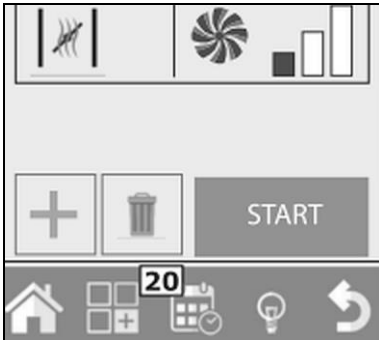
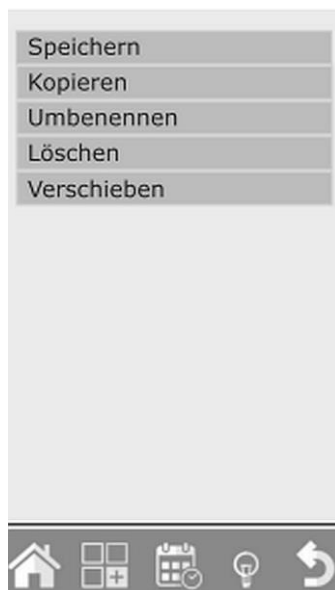
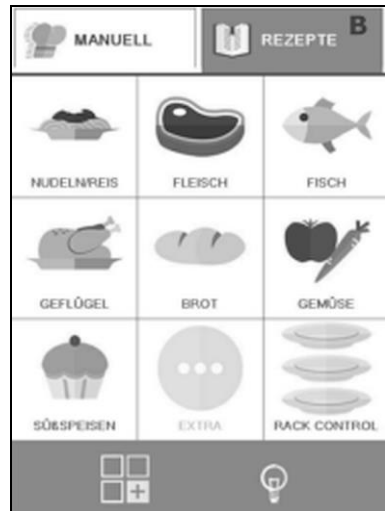

Abb. 25
Abb. 26
Abb. 27
5. Wählen Sie über das Menü „Funktionen“ (20, Abb. 25), „Speichern“ und dann „Kopieren“.
1. Wenn Sie ein Garprogramm von einer Gruppe zur anderen verschieben wollen, öffnen Sie das gewünschte Garprogramm und drücken Sie die Taste „Funktionen“ (20, Abb. 25).
2. Wählen Sie danach „Speichern“ und folgend „Verschieben“ (Abb. 27).
Nachdem das Garprogramm geöffnet wurde, die Taste „Funktionen“ (20, Abb. 25) drücken, „Speichern“ und dann „Umbenennen“ (Abb. 27) wählen. Den neuen Namen über die Tastatur eingeben und Eingabe drücken.
1. Nachdem das zu löschende Garprogramm geöffnet ist, drücken Sie die Tasten „Funktionen“ (20, Abb. 25), dann „Speichern“ und „Löschen“ (Abb. 26).
Das Gerät wird mit einer Reihe von gespeicherten Garprogrammen geliefert. Diese sind in Produkt-Kategorien unterteilt (Fleisch, Fisch, Gemüse, etc.). Sie können vom Verzeichnis „Rezepte“ (B, Abb. 27) angezeigt werden.
Durch Drücken auf die Bedienfläche „Rezepte“ (B, Abb. 27) werden die Garprogramme nach Produkt-Kategorien unterteilt angezeigt, wie zum Beispiel Fleisch, Fisch, Gemüse, etc.